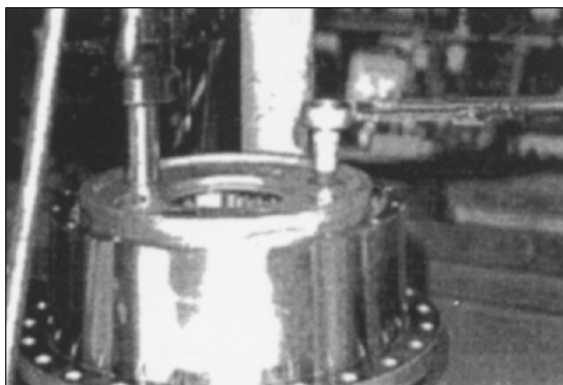

Рис. 104
13. Произведите затяжку блока планетарной передачи с моментом кручения 150 Нм. Рис. 104.